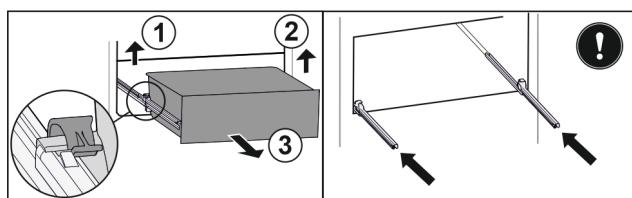

Fig. 134
- Linke Klemme anheben und gleichzeitig Schubfach links nach vorne ziehen. Fig. 134 (1)
- Rechte Klemme anheben und gleichzeitig Schubfach rechts nach vorne ziehen. Fig. 134 (2)